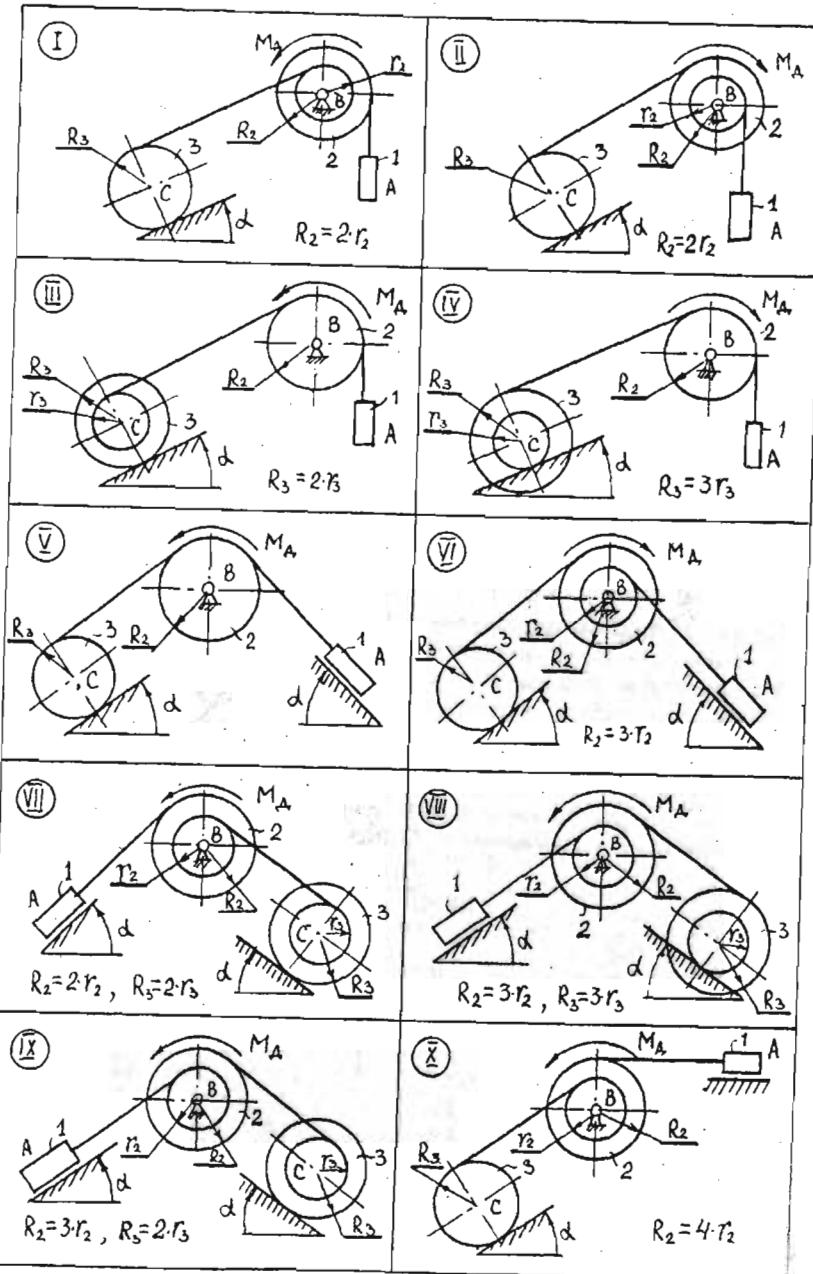

Рис. 6
Механическая система (табл. 6, рис. 6), состоящая из груза 1, однородных блока 2 и катка 3, соединенных между собой нерастяжимой нитью, приходит в движение из состояния покоя.
- сообщить системе возможные перемещения и показать на схеме (рис. 6) элементарные перемещения  $\delta s_j$  точек приложения сил  $F_j$  или углы  $\delta\varphi$  элементарных поворотов тел, к которым приложены моменты пар сил  $M_j$ ;